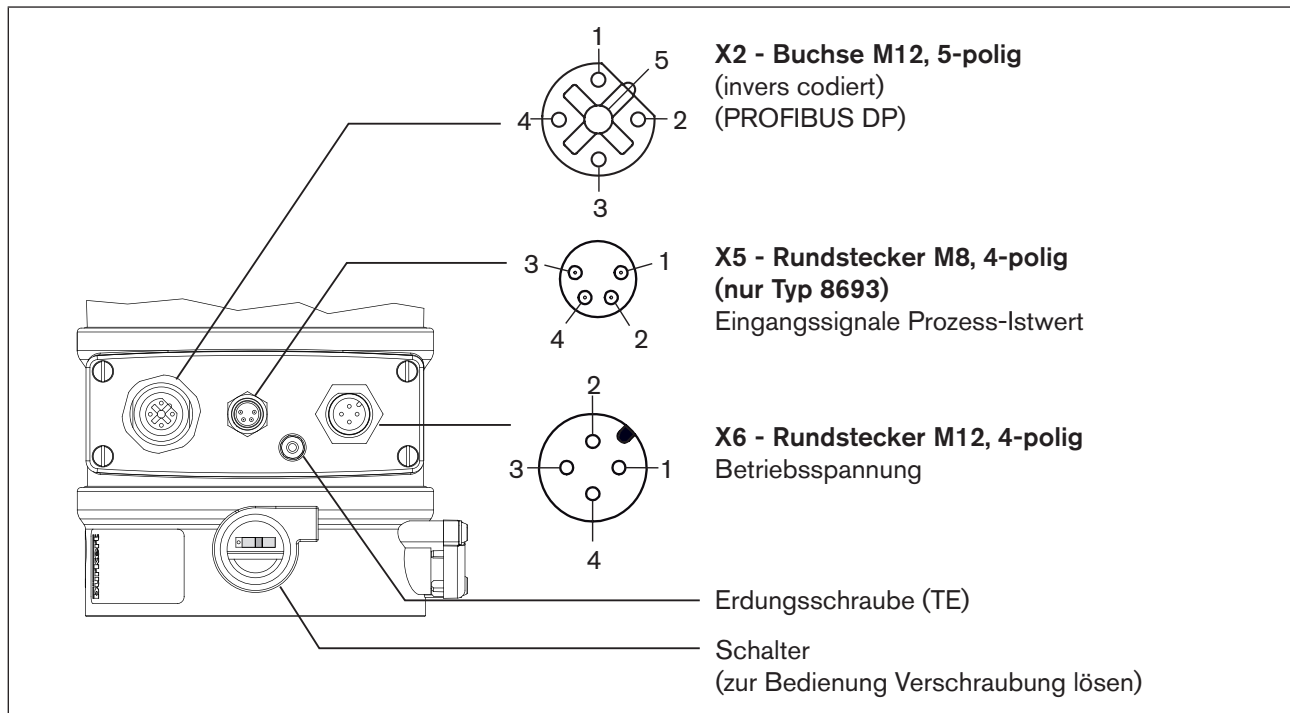

Bild 125: Elektrischer Anschluss PROFIBUS DP, Typ 8692/8693
Zum Anschluss der Technischen Erde befindet sich am elektrischen Anschlussgehäuse ein Gewindestift mit Mutter. (siehe „Bild 125: Elektrischer Anschluss PROFIBUS DP, Typ 8692/8693“).
*** Der Schalter befindet sich unter der Verschraubung siehe „Bild 125: Elektrischer Anschluss PROFIBUS DP, Typ 8692/8693“.